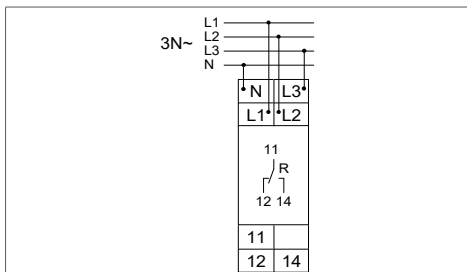

Bild 5: Elektrisk anslutning, 3-fas
- Anslut och trådanslut enheten enligt bild 5.